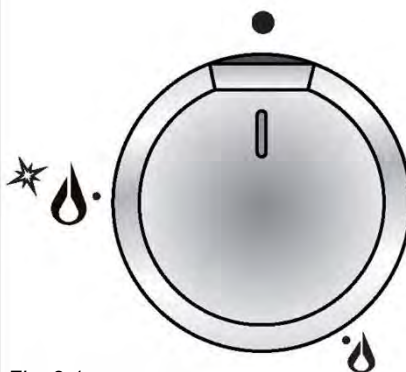
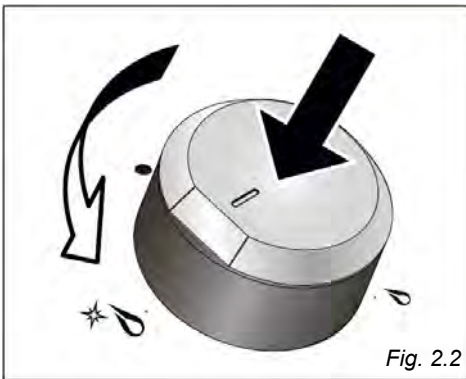

Fig. 2.1
Fig. 2.2
El flujo de gas a los quemadores se regula girando los mandos (ilustrados en la Fig. 2.1) que controlan las válvulas de seguridad.
1. Pulse el mando correspondiente y gire en sentido contrario a las agujas del reloj (Fig. 2.2) hasta la posición de llama completa marcada por el símbolo  (Fig. 2.1); mantenga pulsado el mando hasta que la llama se haya encendido.